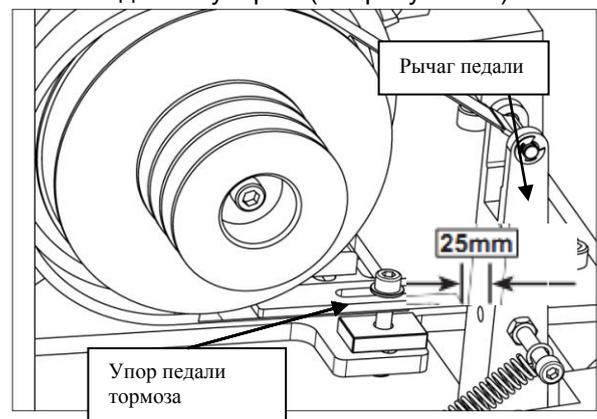

Рис. 95. Регулировка хода педали.
- Снимите педаль тормоза, как на рис. 95.
- Сильно нажмите рычаг педали (Рис. 95) вправо до упора, пока тормозной ремень полностью не зафиксируется вокруг ступицы тормоза.
- Нажмите на упор педали тормоза так, чтобы остался зазор примерно 25-мм между рычагом педали и упором (см. рисунок 95).